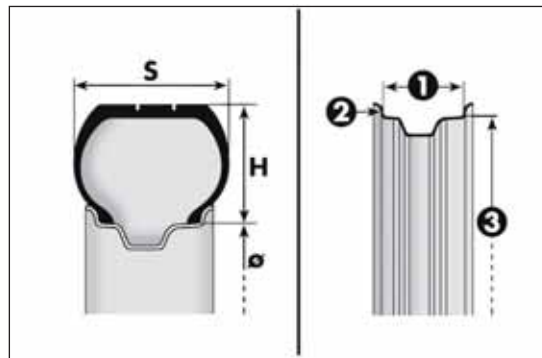

fig. 173
**Example fig. 173: 195/55 R 16 87H**
## Example fig. 173: 6 J x 15 H2 ET 40